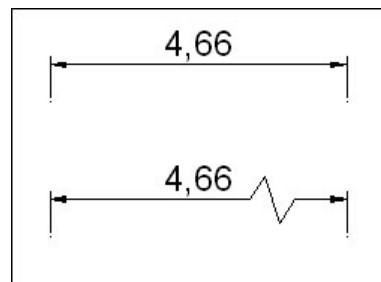

Fig.9.23
- 3 Spécifier un point sur la ligne de cote sur lequel placer le raccourcissement ou appuyez sur Entrée pour positionner le raccourcissement au milieu de la ligne de cote sélectionnée (fig.9.23).